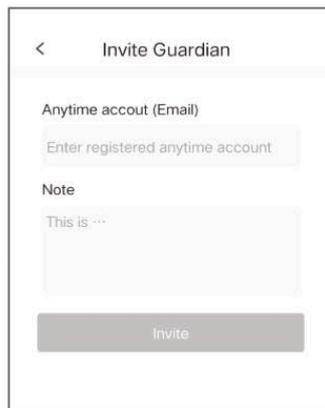

Abbildung 2. Sharer hinzufügen
- Ihre Follower tippen auf Hinzufügen, um einen Teilenden einzutragen, geben die E-Mail-Adresse des Teilenden ein, fügen Notizen hinzu und senden die Einladung, wie in Abbildung 2 gezeigt. Der Teilende erhält Benachrichtigungen auf seiner AnytimeWell (Yuwell Anytime)-App.